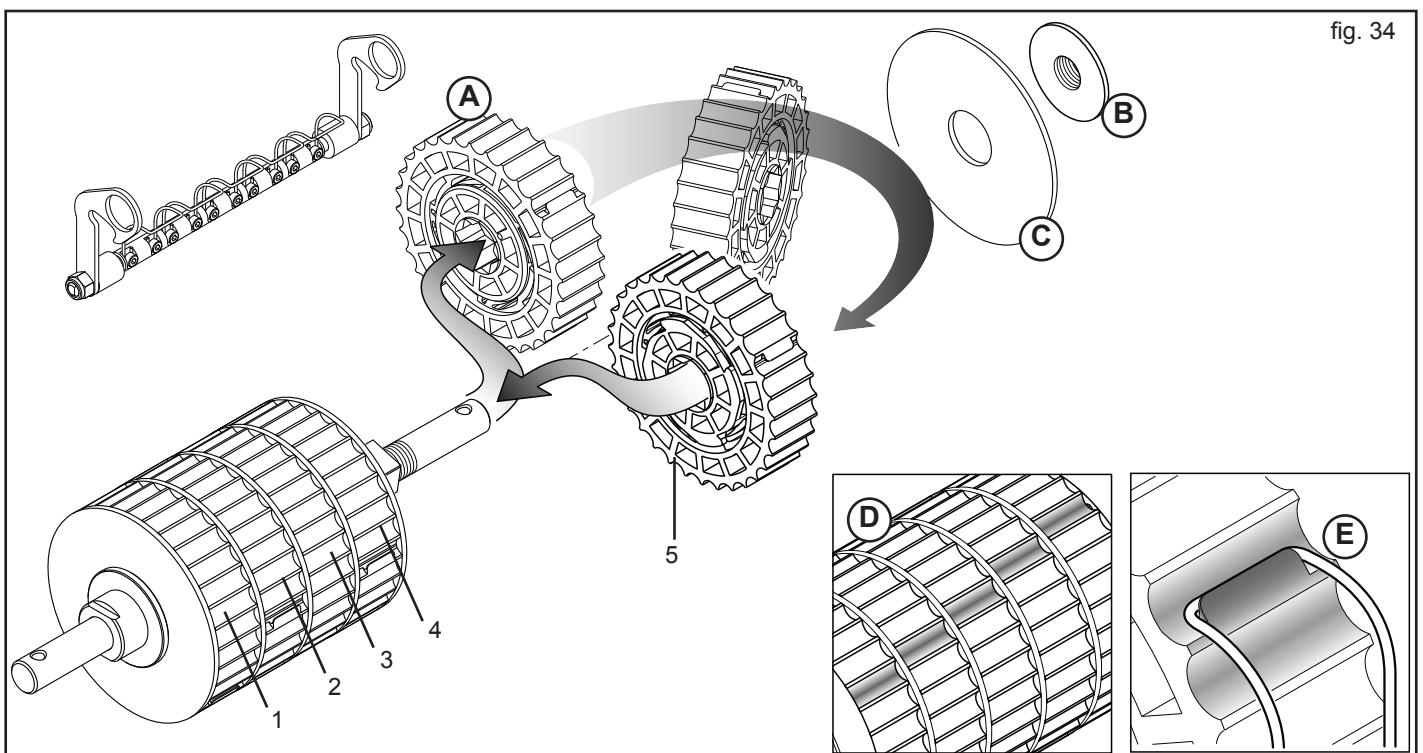

fig. 34
Vorausgesetzt, dass jedes Element (A, Abb. 34) 20% der gesamten Dosierrolle verteilt, können die arbeitenden Elemente erhöht werden, um die Drehgeschwindigkeit des Getriebes zu reduziert und um dadurch eine gleichmäßigere Produktstreuung zu erhalten.
Nach dem Abbau der Dosierrolle von dem Gerät ist der Kugelgriff (B, Abb. 34) mit dem beigeestellten Schraubenschlüssel abzuschrauben und dann ist die Feststellnutmutter (C) zu entfernen. Das ausgeschlossene Element oder die ausgeschlossenen Elemente abziehen und um 180° gedreht wieder anbringen, wobei die korrekte Position der einzelnen Elemente einzuhalten ist (1-2-3-4-5, Abb. 34).
Beim Anbringen der Elemente ist derart vorzugehen, dass die Kehlen der aktiven Elemente bei der Arbeit zueinander verschoben sind (D, Abb. 34), um eine kontinuierliche Streuung zu gewährleisten.
Das Reinigungselement in der Arbeitsposition festspannen und sicherstellen, dass die Federn an den entsprechenden, auszu-schließenden Elementen (E, Abb. 34) befestigt sind, um deren Drehung und folglich die Streuung zu verhindern.